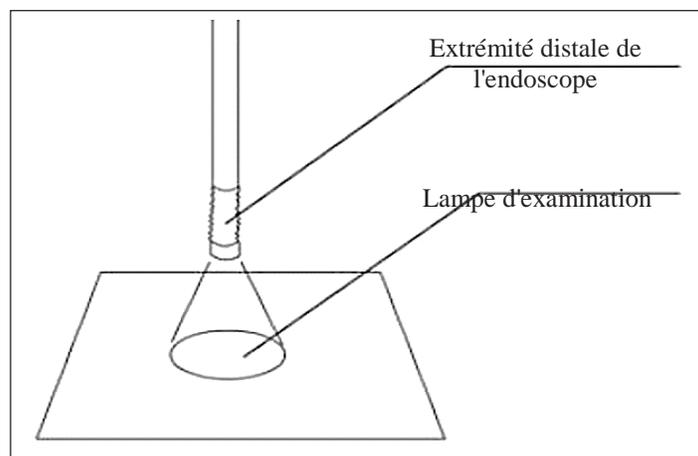

Fig4.1
2. L'image endoscopique en temps réel s'affiche sur l'écran de l'ordinateur et la lumière d'éclairage est émise par l'extrémité distale de l'endoscope. (Fig 4.1)